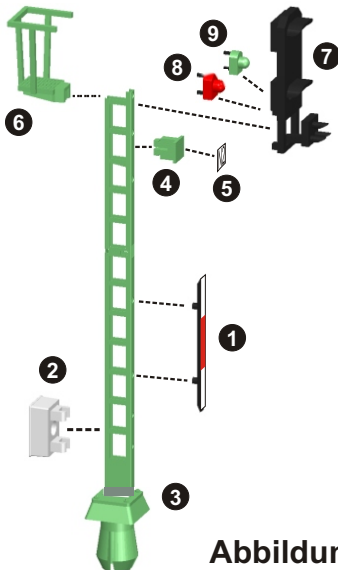

Abbildung 1
8. Die Nummerntafel und die Mastblende entsprechend Abbildung 1 an den Mast kleben.